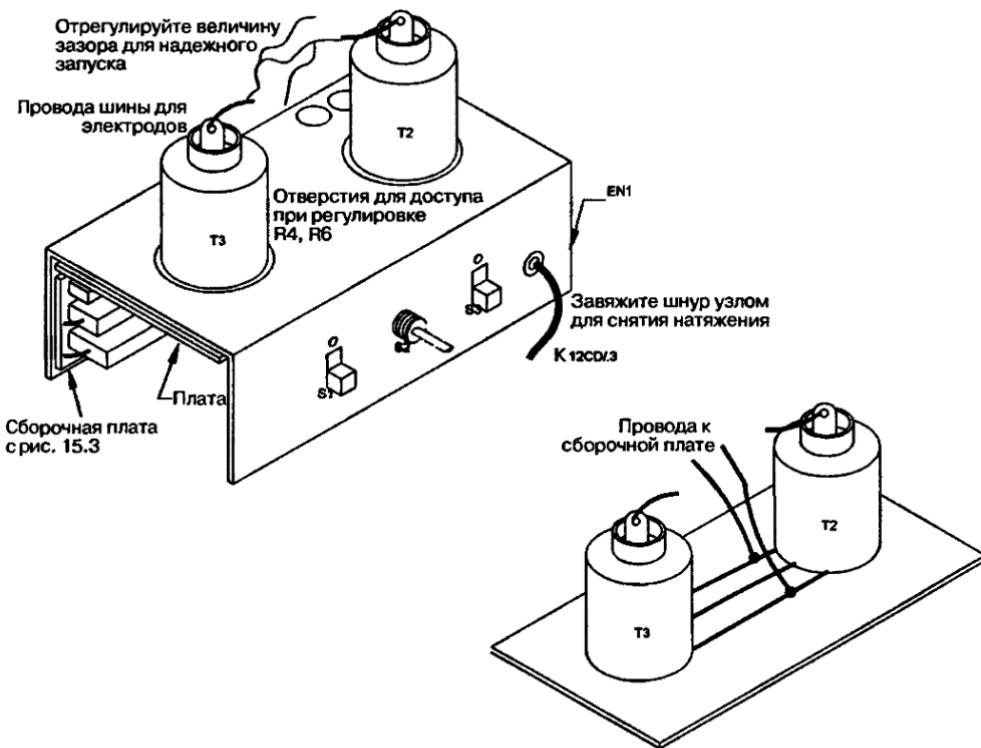

Рис. 15.4. Вид устройства после сборки в изометрии
- Изготовьте корпус из куска пластика размером 15,88×13,34×0,15 см, как показано на рис. 15.4.